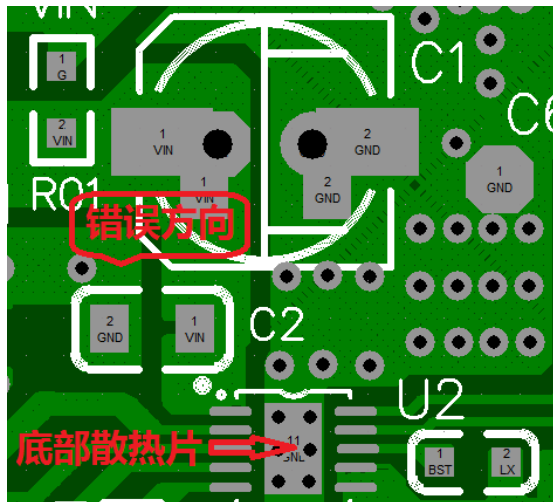

图 2 (C2 电容错误方向)
2、输入小容量贴片电容 C2 尽量靠近芯片第一脚和底盘，注意 C2 的放置方向，尽量放置在输入大电流回路，如下图 2, 3 所示：